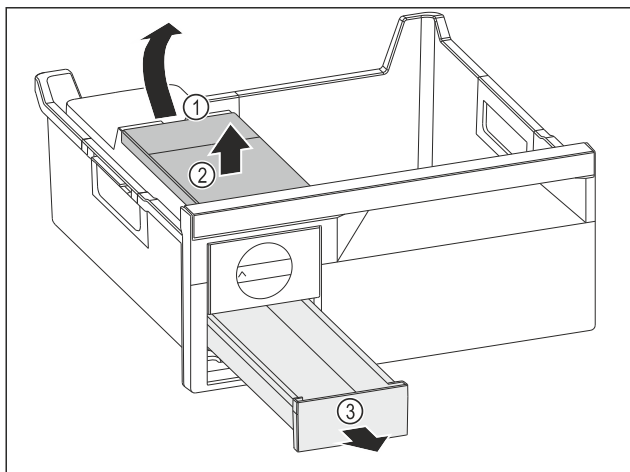

Fig. 104
- Vegye ki a víztartályt: Emelje fel a víztartályt a kivágásnál Fig. 104 (1).
- Vegye ki felfelé a víztartályt Fig. 104 (2).
- Vegye ki a előre felé a jégkocka-fiókot Fig. 104 (3).